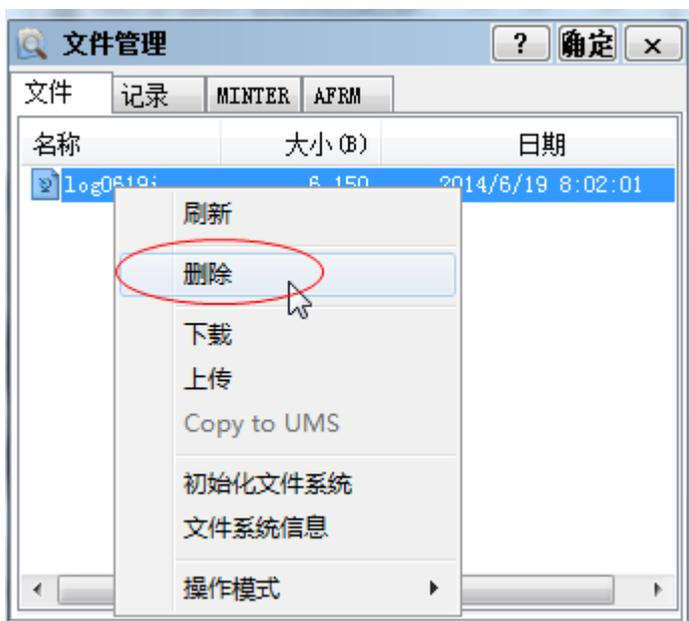

图 5-10 删除文件
3. 点击**文件管理**，再点击文件管理对话框中的**文件**选项卡。（图 5-10）
4. 点击 **Delete**（删除）按钮（图 5-10）。